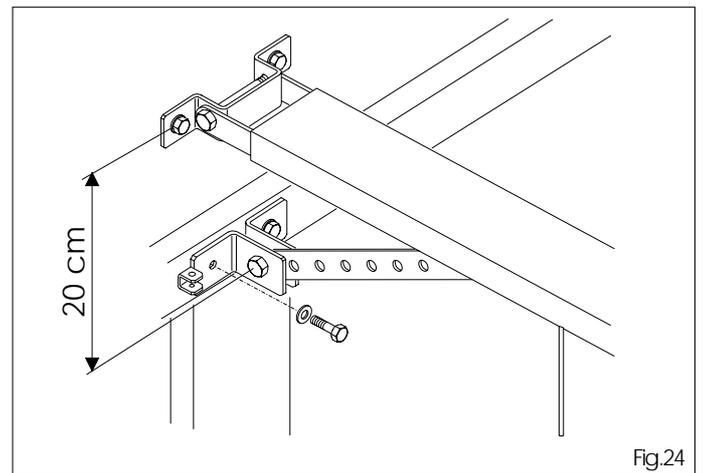

Fig.24
- Nota: La distancia entre abrazadera barra de arrastre y abrazadera rail de deslizamiento no debe ser superior a 20 cm. (máx. 30°) (fig.24).**
- 6.22 Comprobada la posición, taladren y fijen con tornillos adecuados (fig.24).